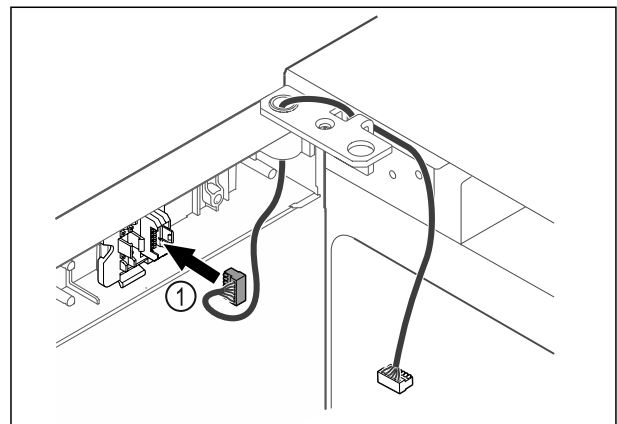

Fig. 39
- ▶ Вставьте штекер Fig. 39 (1) в держатель.